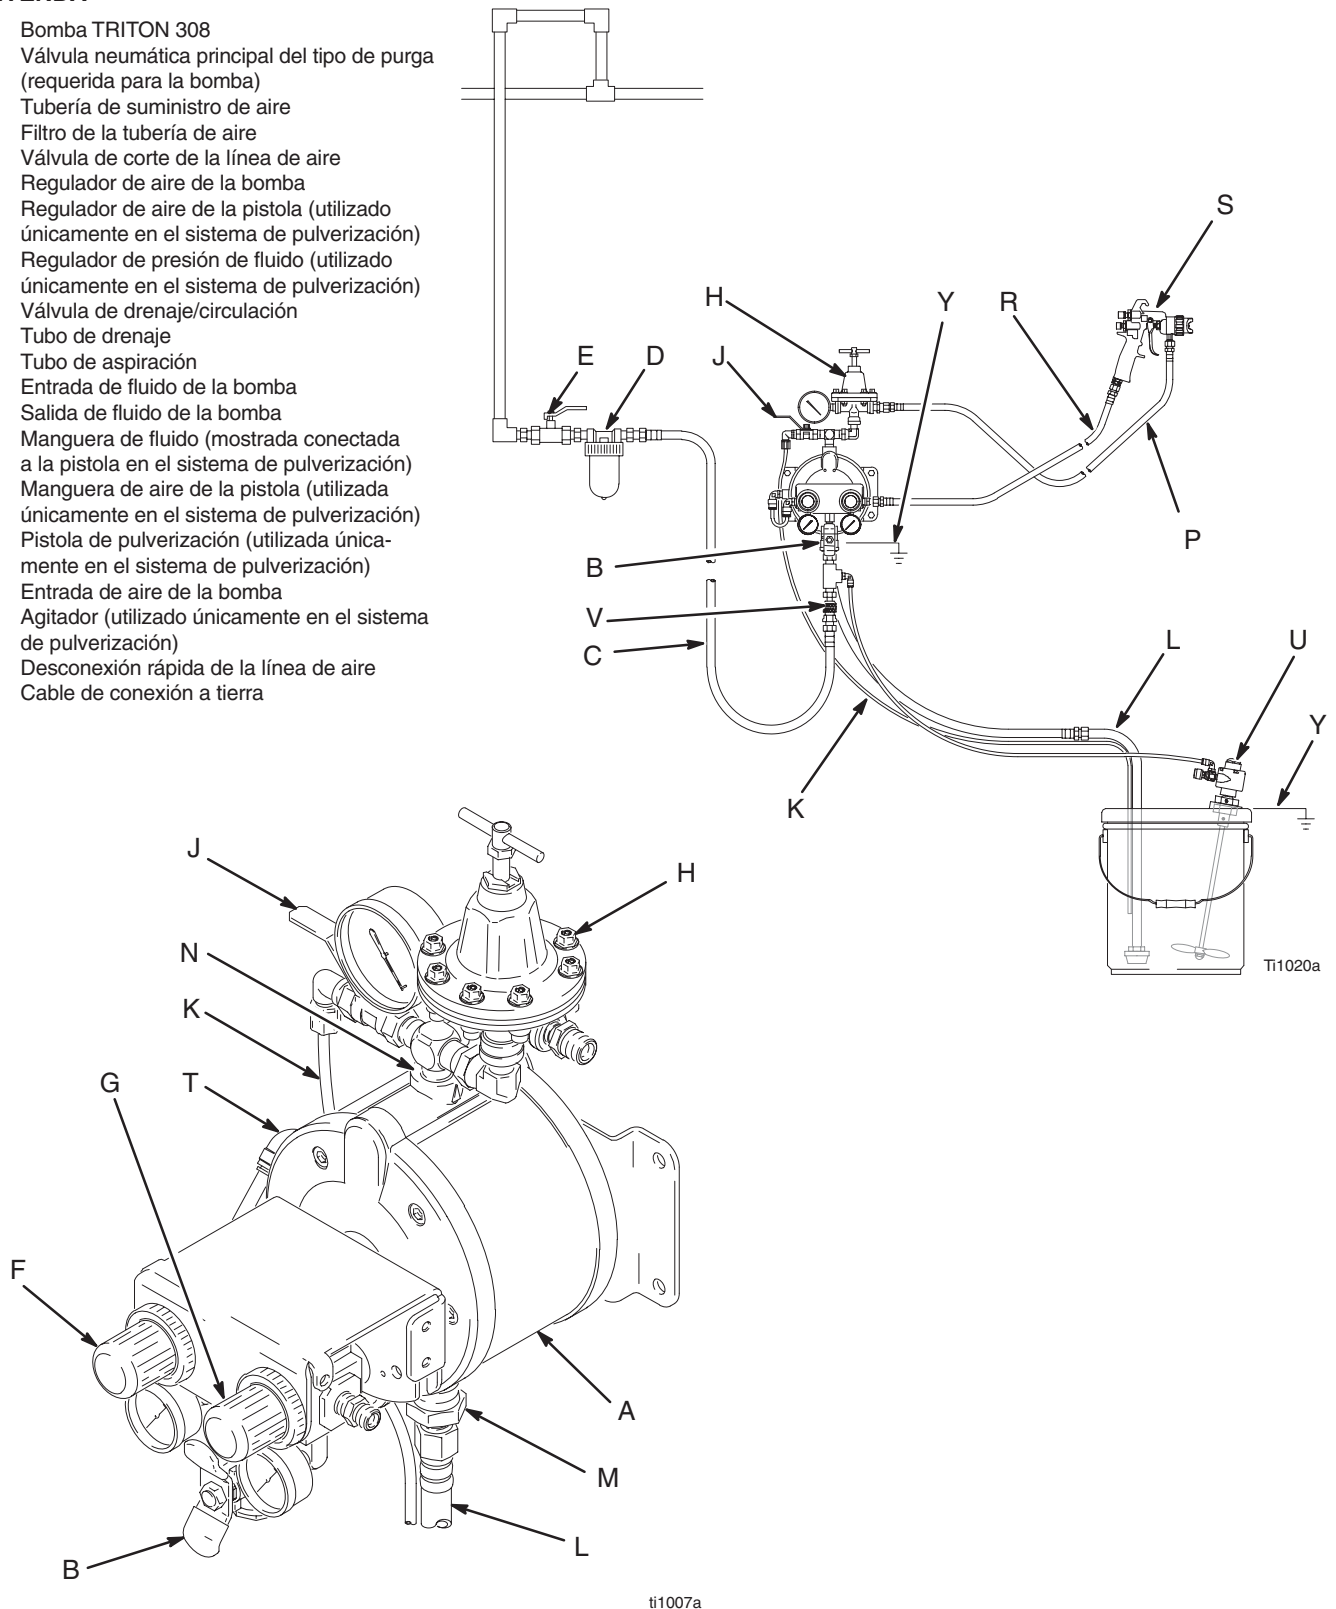

Fig. 2
- La Fig. 2 muestra un equipo de pulverización HVLP montado en la pared. Constituye únicamente una guía para la selección e instalación de los componentes del sistema. Para obtener asistencia en el diseño de un sistema que satisfaga sus requisitos, póngase en contacto con su representante Graco.
Se requiere el uso de una válvula neumática principal del tipo de purga (B) en el sistema para liberar el aire atrapado entre esta válvula y la bomba. Consulte la Fig. 2. El aire atrapado puede hacer que la bomba gire de forma accidental, lo que puede provocar serios daños, así como la entrada de fluido en los ojos o su contacto con la piel, daños producidos por las piezas en movimiento y contaminación de fluidos peligrosos.
1. Instale los accesorios de la tubería de aire como se muestra en la Fig. 2. Monte estos accesorios en la pared o en una abrazadera. Asegúrese de que la tubería de aire conectada a los accesorios es conductora eléctricamente.
- a. La presión de fluido puede controlarse de dos maneras, controlando el aire a la bomba con el regulador de aire (F) o controlando el fluido que sale de la bomba con el regulador de fluido (H).
- b. Instale una válvula neumática principal de tipo de purga (B) cerca de la bomba y utilícela para liberar el aire atrapado. Consulte la **ADVERTENCIA** de la izquierda. Instale otra válvula neumática (E) corriente arriba de todos los accesorios de la tubería de aire y utilícela para aislarlos durante las operaciones de limpieza y reparación.
- c. Instale un filtro en la línea de aire (D) para eliminar los contaminantes perjudiciales, tales como suciedad, humedad y aceite del suministro de aire comprimido.
3. Instale una manguera de aire flexible conductora eléctricamente (C) entre los accesorios y la entrada de aire de la bomba (T). Utilice una manguera de aire de un mínimo de 6,3 mm (1/4 pulg.) de diámetro interno. Atornille un acoplador de tubería de aire de desconexión rápida (V) en el extremo de la manguera de aire y atornille el racor correspondiente en la entrada de aire de la bomba sin que quede holgura. No conecte todavía el racor al adaptador.
Se requiere el uso de una válvula de drenaje del fluido (J) en su sistema para liberar la presión de la manguera cuando está conectada. Consulte la Fig. 2. La válvula de drenaje reduce el riesgo de que se produzcan serios daños, como la entrada de fluido en los ojos o el contacto con la piel, o la contaminación de fluidos peligrosos cuando se libera la presión. Instale la válvula cerca de la salida de fluido de la bomba. Para utilizar la válvula como válvula de circulación, conecte un tubo (K) entre la válvula y la lata.